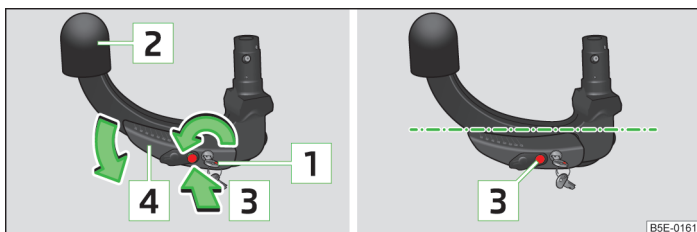

Fig. 100 Reglarea poziției de disponibilitate / poziția de disponibilitate
- Rotiți cheia, în așa fel încât să fie vizibil marcajul **1** » fig. 100.